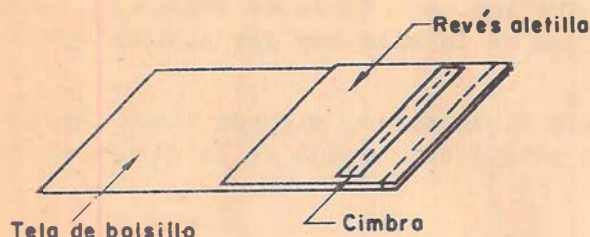
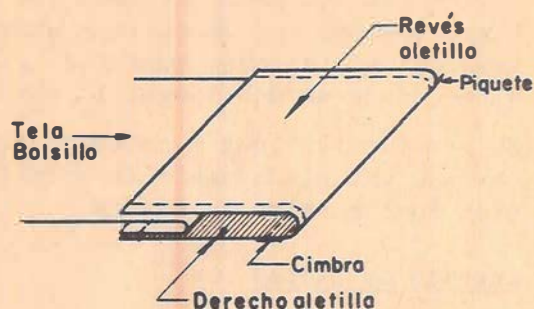

Fig. 2
Fig. 3
- 2 - Se cose la tela del bolsillo por el derecho de la aletilla y al reverso de la cimbra, se carga la costura hacia el bolsillo ( Fig. 2 ) luego se dobla la aletilla por los piquetes como indica la Fig. 3 y se cose por los lados dando un flojo de unos 2 mm. en cada extremo.